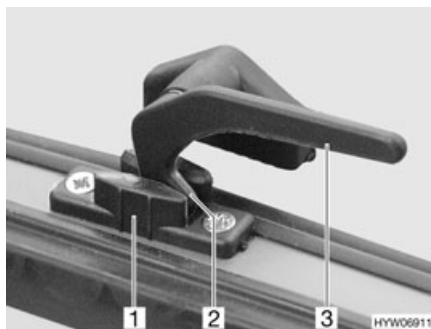

Fig. 31 Leva di serraggio (posizione "Aerazione continua")
- In posizione di "Aerazione continua" (Fig. 31)
- Ruotare la leva di serraggio (Fig. 31,3) di un quarto di giro verso il centro della finestra.
- Ruotare la leva di serraggio di un quarto di giro verso il telaio della finestra. Riportare contemporaneamente il nasello di chiusura (Fig. 31,2) nella rientranza della chiusura della finestra (Fig. 31,1).